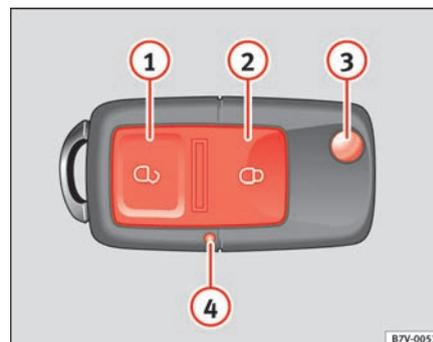

Fig. 61 Teclas de la llave con mando a distancia
Al girar una vez la llave en la cerradura de la puerta del conductor, en la dirección de apertura, o al pulsar una vez la tecla ⇒ página 101, fig. 61  de la llave con mando a distancia, se desbloquea únicamente la puerta del conductor.
- Pulse la tecla ⇒ fig. 61 del mando a distancia para desbloquear todas las puertas y el portón trasero.
- Pulse la tecla ⇒ fig. 61 del mando a distancia para bloquear todas las puertas y el portón trasero.
Al pulsar alguna de las teclas, el testigo de la pila de la llave ⇒ fig. 61 se enciende.
Con la tecla ⇒ fig. 61 del mando, se desbloquea el paletón de la llave.
- Pulse una vez la tecla de apertura  ⇒ página 101, fig. 61 .
Si se pulsa la tecla  ⇒ página 101, fig. 61  repetidamente fuera del radio de acción, puede darse el caso de que ya no se pueda abrir o cerrar el vehículo con el mando. En ese caso, debe sincronizarse de nuevo la llave con mando a distancia.
Si el testigo de la pila del mando a distancia ⇒ página 101, fig. 61 ④ no se enciende al pulsar las teclas, debe reemplazar en breve la pila.
- Despliegue el paletón de la llave presionando el botón ⇒ página 101, fig. 61 ③.